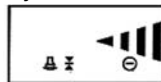

Fig. 14
- Si la pantalla LCD muestra una flecha “hacia la izquierda” y emite sonidos breves rápidos, esto indica que la señal del nivel láser está ubicada a la derecha del detector (Fig. 14).